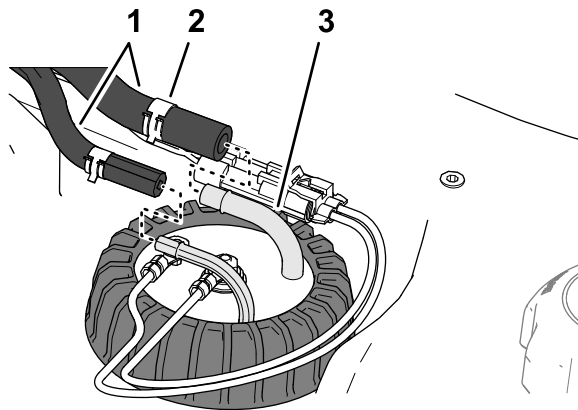

Figura 125
4. Deplasați clemele care fixează furtunurile pe fittingurile părții interioare a transmiătorului pentru combustibil i îndepărtai furtunurile de fittinguri (**Figura 125**).